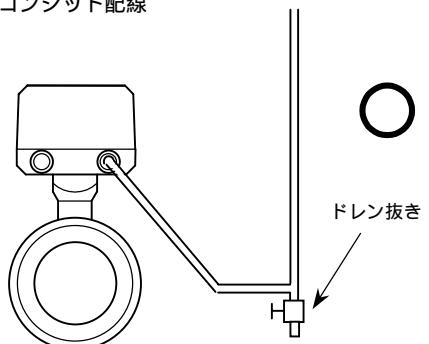

図 1.21a
- 4) コンジット配線を行う場合には、図 1.21a に示すように配線接続口から下向きの傾斜を設けて、配線接続口にコンジットを通して水が流れ込まないようにしてください。